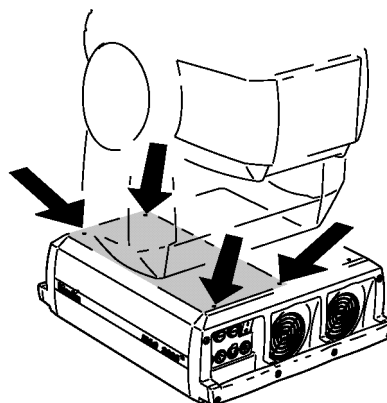

Figure 8 : accès au module d'alimentation
- 1 Déconnectez le projecteur du secteur. Retirez le couvercle du socle comme indiqué figure 8.